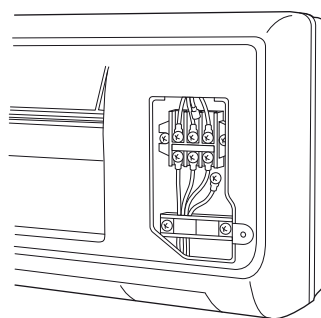

Fig. 26a
- (4) Coupez l'extrémité du câble à l'aide d'une pince coupante, puis dénudez l'isolant pour mettre à jour le câble tressé sur environ 10 mm (Fig. 26a ou 26b).
- (5) Connectez le câble reliant les appareils sur les bornes correspondants sur la plaque de borniers (Fig. 26a ou 26b) tout en se référant au schéma de câblage.
- (6) Prenez soin de bien fixer le câble à l'aide de l'attache prévue.